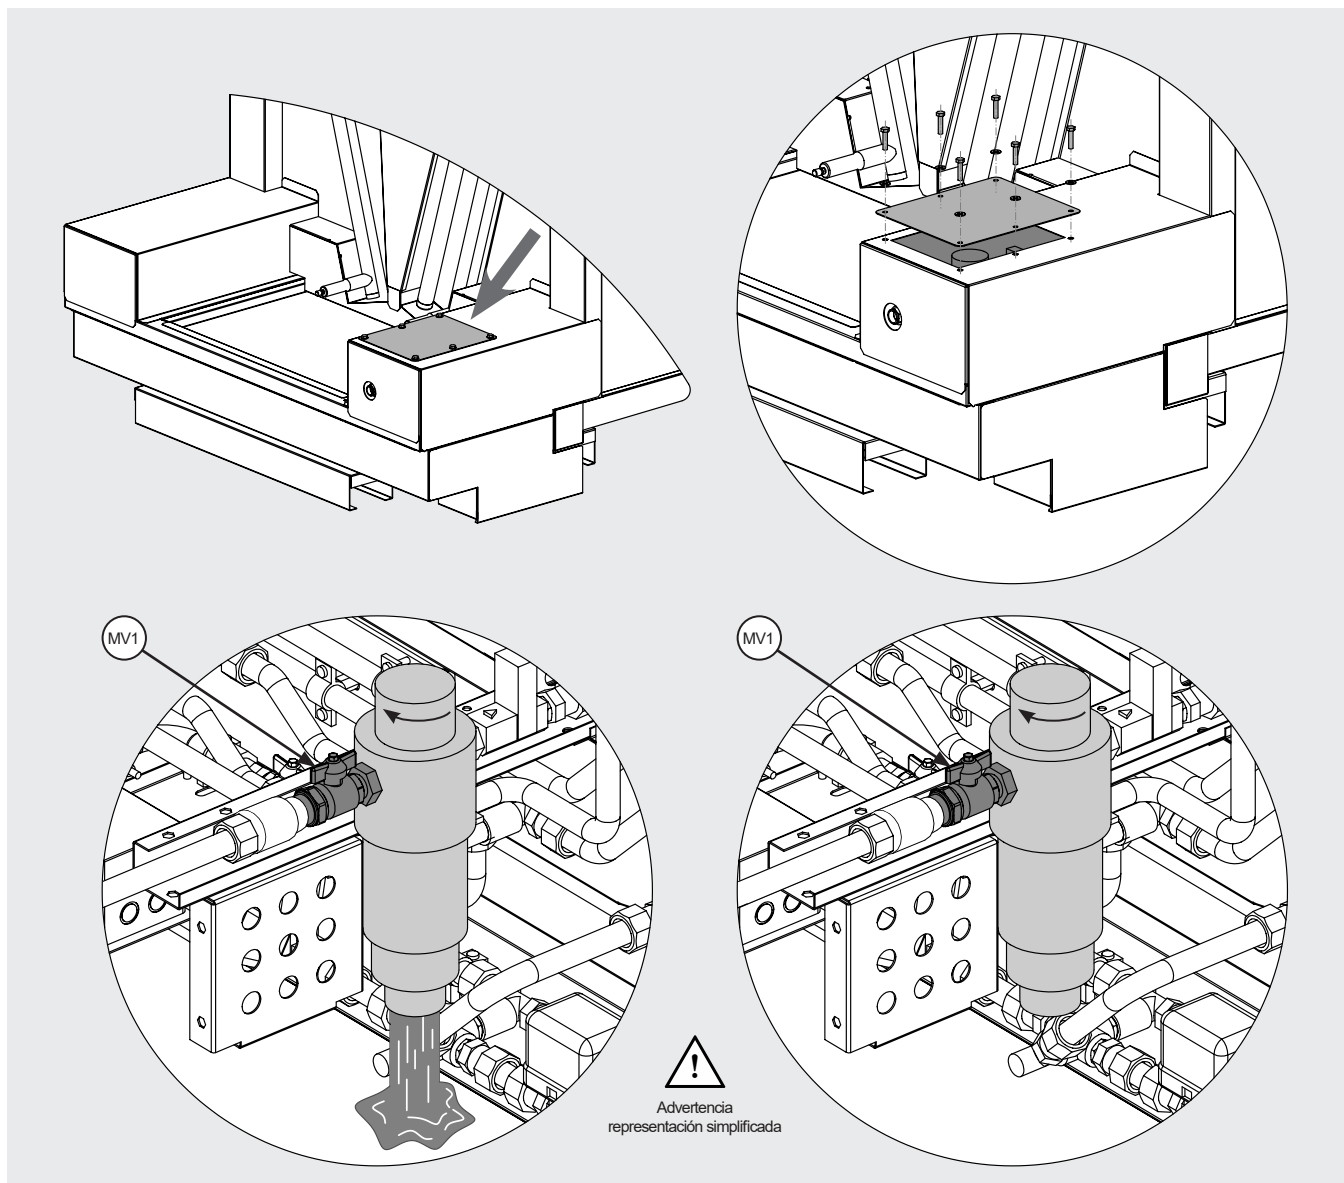

Figura 29
12.17.4 Localice la tapa que protege el filtro: se encuentra en la parte delantera del modelo. Véase la Figura 29. Retire los tornillos y arandelas que fijan la tapa y guárdelos en un lugar apropiado. Retire la tapa.
12.17.7 Asegúrese de que dispone de agua de red y de que la válvula manual (MV1) situada antes del filtro está abierta (véase la Figura 29).
12.18.5 Asegúrese de que el modelo está apagado, según 12.1 - 12.4, y de que el circuito adiabático del modelo está aislado: cierre la válvula (MV1) en la entrada, véase la Figura 29.
- 12.18.12 Cuando haya terminado, abra la válvula (MV1) previamente abierta, véase la Figura 29.
- 12.22.10 Limpie el filtro de agua de entrada según el punto 12.17 con la válvula (MV1) cerrada (véase la Figura 29). Los residuos saldrán del filtro junto con el agua que contiene.